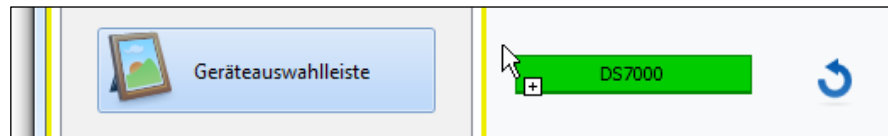

Bild 6-10 Widget auf Seite platzieren
- Wählen Sie das gewünschte Widget mit der linken Maustaste und ziehen Sie es in einen freien Bereich auf der Seite (siehe Bild 6-10).